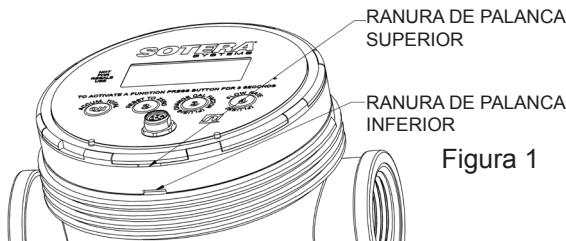

Figura 1
- Inserte un destornillador de paleta con cabeza fresada en la ranura superior y ejerza un poco presión en el módulo electrónico (consulte la Figura 1).